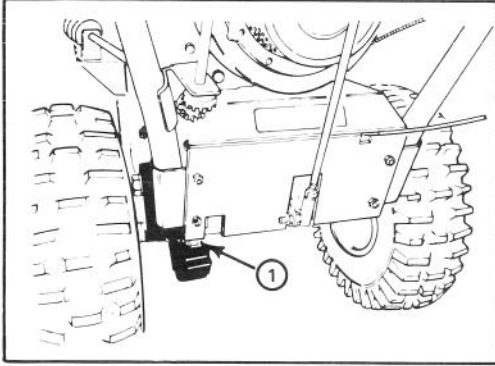

Abbildung 15
1. Die Antriebskette einmal jährlich mit Ketenschmierstoff schmieren (Abb. 15). Überschüssiges Öl aufwischen.